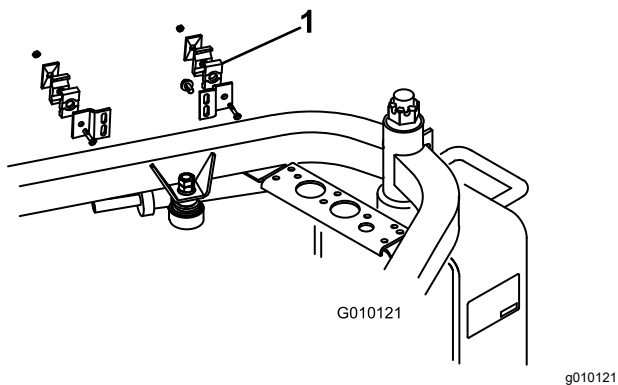

図 5
4. タップねじ4本を使って、ホースクランプブラケット・アセンブリチューブクランプ、カバープレート、クランプブラケット、六角ヘッドねじ、ロックナットを、フレームに取り付ける 図 5。